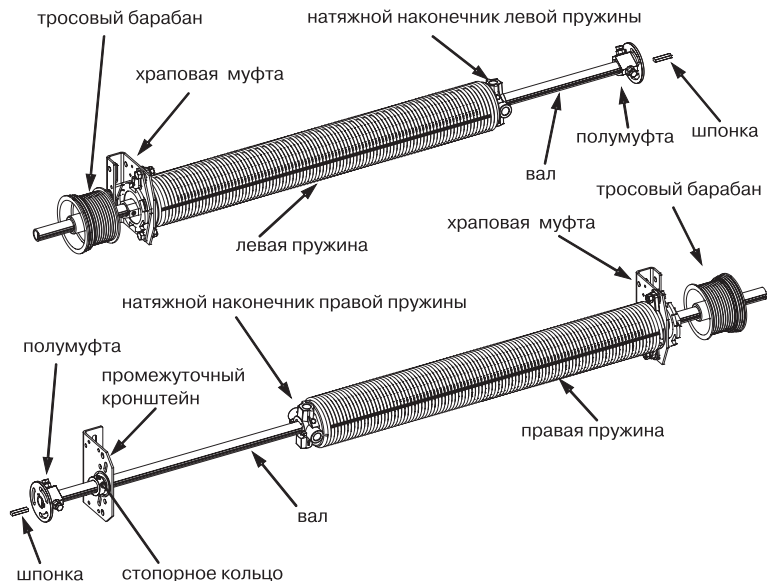

Рис.24
- перед монтажом необходимо произвести сборку вала. Ниже рассматривается порядок сборки разрезного торсионного вала с двумя пружинами противоположного направления навивки (рис.24). При сборке должны быть выполнены следующие требования: